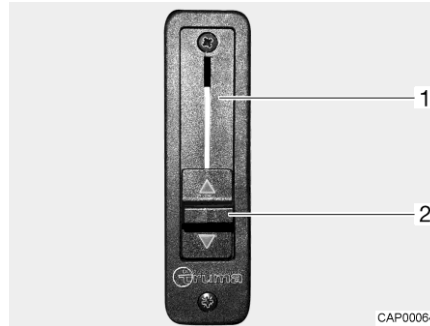

Bild 5 Skjutreglage för kanalspär
- Skjut skjutreglaget (Bild 5,2) hela vägen upp. Kanalspärren (Bild 5,1) är öppnad. Värmesystemet för bodelen värmer även vindrutan.
- Skjut skjutreglaget (Bild 5,2) hela vägen ner. Kanalspärren är stängd. Värmesystemet för bodelen och basfordonets värmesystem är separerade sinsemellan.